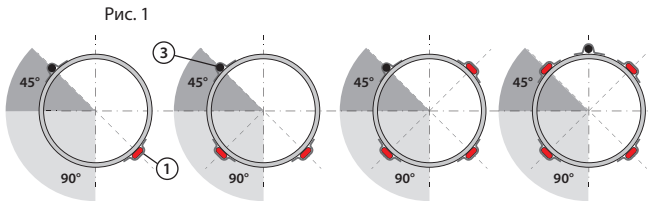

Рис. 2
4. Прямі лінії та датчик мають бути встановлені, як показано на рис.2. Скручені лінії прикріплені алюмінієвою стрічкою приблизно на кожний 1 м труби, як показано.